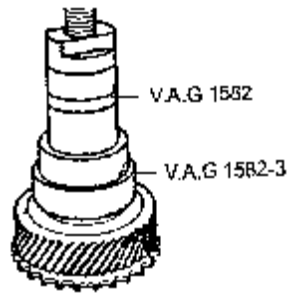
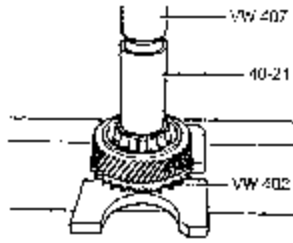

图 7-165 拔出锥形轴承内圈
图 7-166 压入锥形滚柱轴承内圈
(1) 锥形滚柱轴承内圈的拆卸与安装。锥形滚柱轴承内圈拆卸如图 7-165 所示, 其安装如图 7-166 所示。